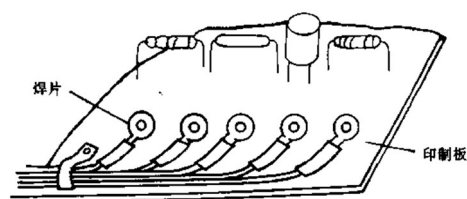

图 6-1-1 焊接式对外引线
(1) 印制板的对外焊点尽可能引在板的边缘，并按一定尺寸排列，以利于焊接维修，避免因整机内部乱线而导致整机可靠性降低，如图6-1-1所示。